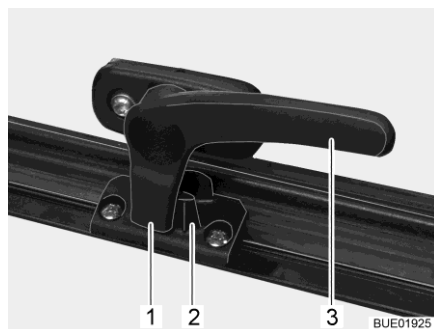

Bild 13 Låsarm i läget "stängd"
- Sväng låsarmen (Bild 13,3) ett kvarts varv mot fönstrets mitt.
- Sväng låsarmen (Bild 13,3) ett kvarts varv mot fönsterkarmen. Låsspaken (Bild 13,1) är placerad på insidan av fönsterlåset (Bild 13,2).
- I läget "helt stängt" (Bild 13).